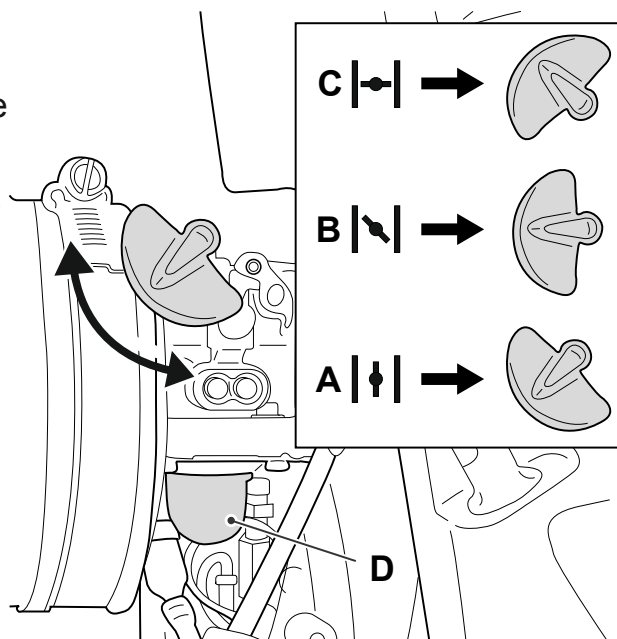

Рис. 3
Рычаг управления воздушной заслонкой (рис. 3)
Кнопка (D) управления насосом подкачки топлива (рис. 3)
2. Закройте воздушную заслонку, установив рычаг в положение «С» (Рис. 3).
3. Нажмите на кнопку праймера (Рис. 3) до 10 раз, чтобы наполнить карбюратор смесью.
6. Установите рычаг управления воздушной заслонкой в положение «В» (Рис. 3.В).
9. Откройте воздушную заслонку (Рис. 3.А), установив рычаг в положение «А».